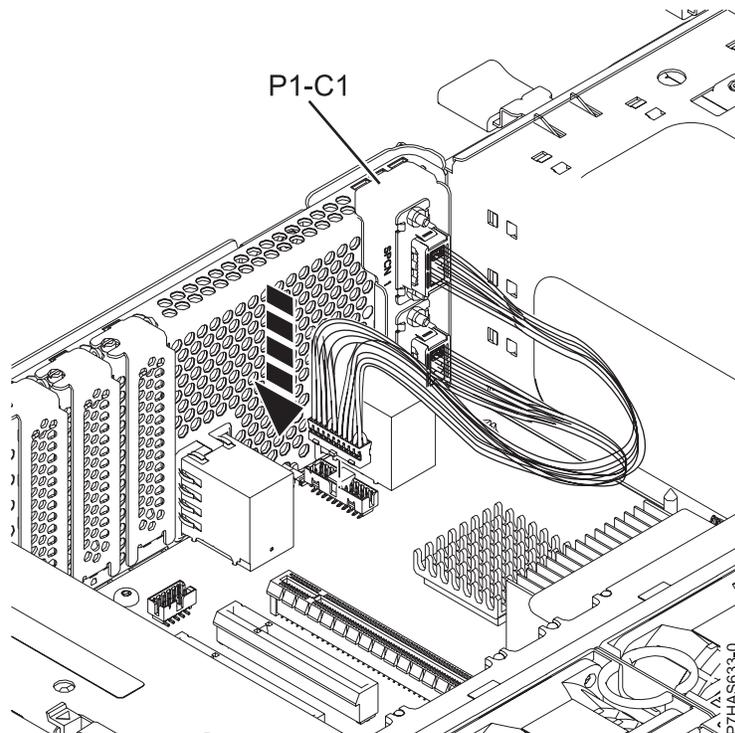

図9. SPCN ケーブル・アセンブリーの取り替え
- a. 12ページの図9に示す FC EJ0G 2ポート SPCN ケーブル・アセンブリー (C) のテール・ストック・ブラケットを注意してつかみ、それをシャーシ後部の GX スロット 1 (P1-C1) の開口部に位置合わせします。
- c. 12ページの図9に示されているように、ケーブルのもう一方の端をシステム・バックプレーンのコネクタに差し込みます。